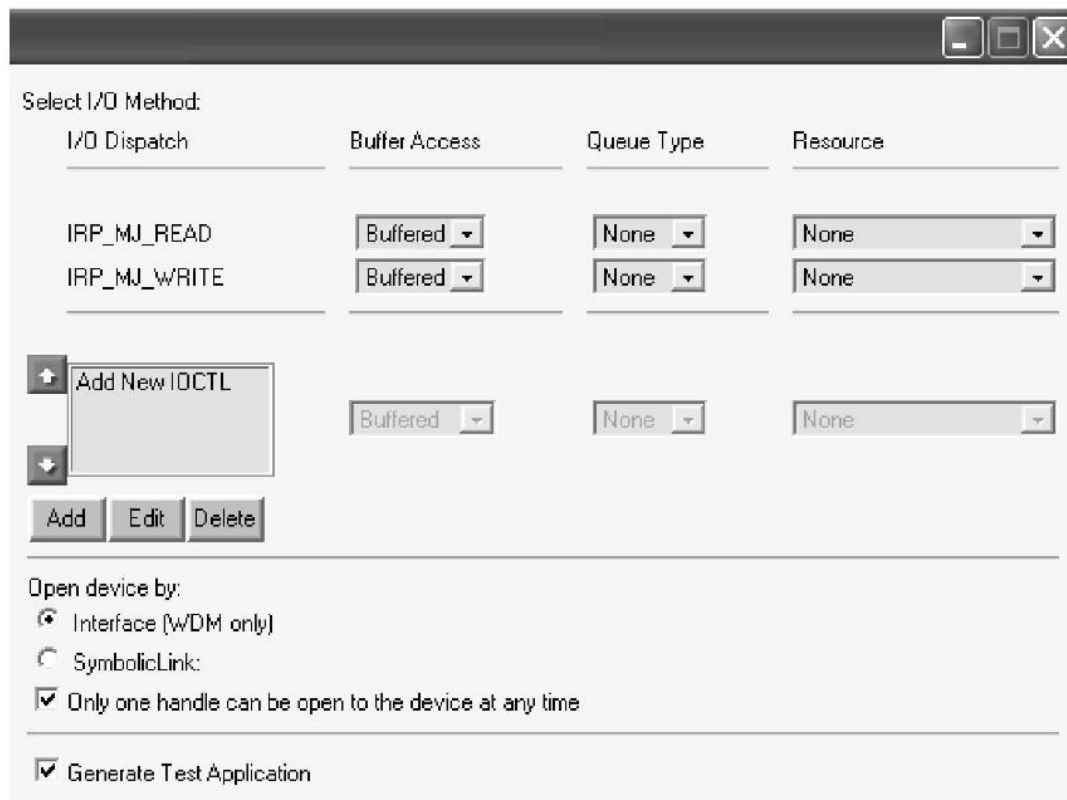

图 9.4.10 配置 I/O 管理
(7) 配置 I/O 管理, 如图 9.4.10 所示。其中 IRP\_MJ\_READ 和 IRP\_MJ\_WRITE 的缓冲方式分别选择为 Buffered, 这是一种比较安全的访问方式。选择不同的缓冲方式, 在处理 IRP 时获取缓冲区地址的方式也不一样, 具体请参看源代码以及驱动开发相关书籍。